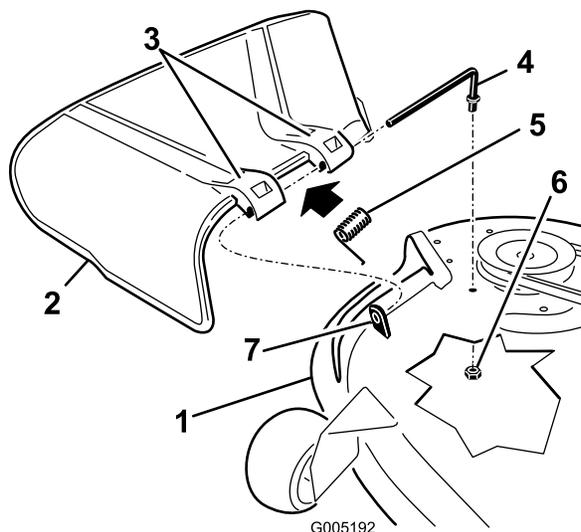

Figura 60
- Retire la tuerca ($\frac{3}{8}$ ") de la varilla (debajo del cortacésped) (Figura 60).
- Retire la varilla del espaciador corto, del muelle y del deflector de hierba (Figura 60).
- Vuelva a colocar el deflector de hierba (Figura 60).
- Deslice la varilla por el segundo soporte del deflector de hierba (Figura 60).
- Sujete el extremo trasero de la varilla al cortacésped con una tuerca ($\frac{3}{8}$ "), según se muestra en Figura 60.